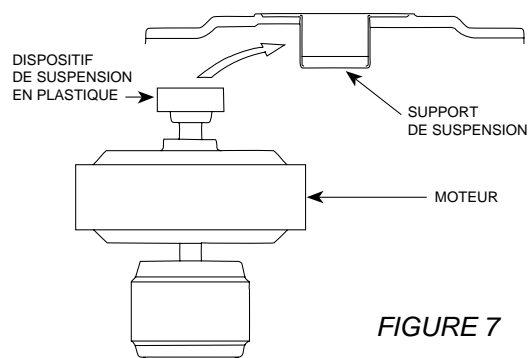

FIGURE 7
- A. Soulevez le moteur et insérez le dispositif de suspension en plastique dans l'ouverture à l'avant du support de suspension. Voir figure 7. Veillez à ce que les fils ne soient pas coincés entre le dispositif de suspension en plastique et l'intérieur du support de suspension.